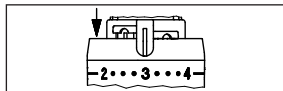

Fig. 9
2. Deslice los clips limitadores fuera de la “posición de guardado” y colóquelos en las ranuras inmediatamente anterior y posterior a la posición “3” (fig. 9).